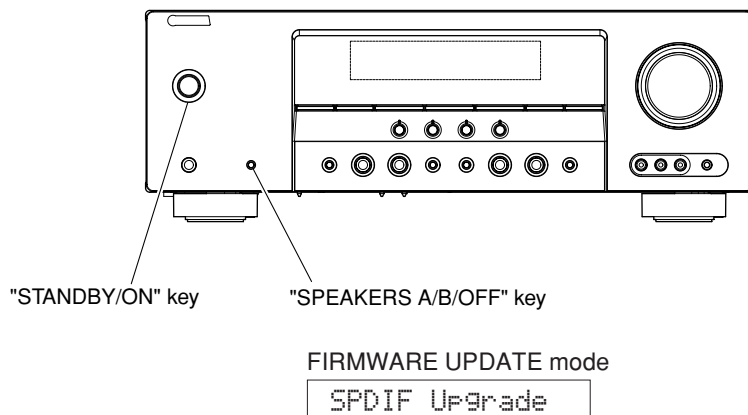

Fig. 2
3. Removal of MAIN (2) P.C.B.s
- Remove CB193 and CB181. (Fig. 2)
- Remove MAIN (2) P.C.B.s. (Fig. 2)
- CB193、CB305を外します。(Fig. 2)
- D-VIDEO P.C.B.を取り外します。(Fig. 2)
- Remove cord stopper. (Fig. 2)
- Remove rear panel. (Fig. 2)
- Remove 1 screw (⑨). (Fig. 2)
- Remove CB512 and CB516. (Fig. 2)
- Remove the DSP P.C.B. which is connected directly to the MAIN (1) P.C.B. with connectors. (Fig. 2)
- コードストッパーを外します。(Fig. 2)
- リアパネルを取り外します。(Fig. 2)
- ⑨のネジ1本を外します。(Fig. 2)
- CB512、CB516を外します。(Fig. 2)
- DSP P.C.B.を取り外します。ただし、DSP P.C.B.はMAIN (1) P.C.B.と直接コネクター接続されています。(Fig. 2)
- While pressing the "STANDBY/ON" key and "SPEAKERS A/B/OFF" key of the main unit simultaneously, connect the power cable of the main unit to the AC outlet. (Fig. 2)
The FIRMWARE UPDATE mode will then be activated and "SPDIF Upgrade" is displayed. (Fig. 2)
- 本機の"STANDBY/ON"キーと、"SPEAKERS A/B/OFF"キーを押しながら、本機の電源コードをACコンセントに接続します。(Fig. 2)
FIRMWARE UPDATEモードが起動し、"SPDIF Upgrade"が表示されます。(Fig. 2)